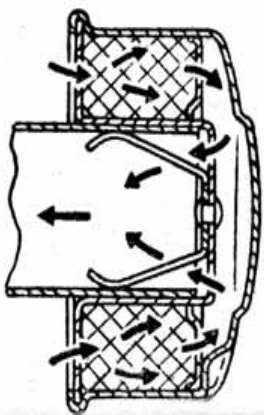

Рис. 16. Фильтр вентиляции картера двигателя.
**6. Фильтр вентиляционного картера двигателя** — неразборной (рис. 16) конструкции. Для очистки его снимите, промойте в керосине, просушите, опустите в масло для двигателя, выньте, дайте стечь избытку и поставьте на место.